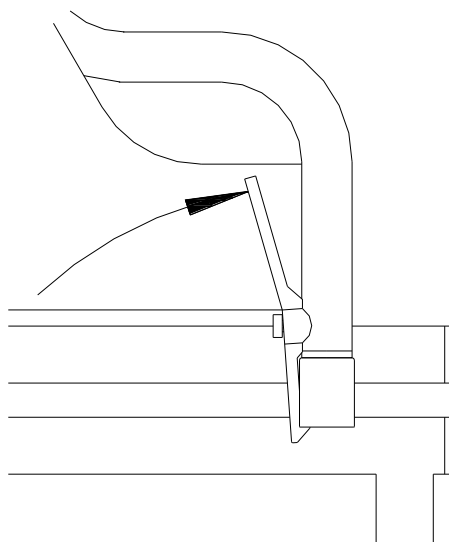

Figura 9
- Se escolher uma cadeira de transferência equipada com um apoio de braço rebatível para trás, segure a extremidade dianteira do apoio de braço ao rebatê-lo para trás e empurre ligeiramente a alavanca de bloqueio do apoio de braço com o seu dedo indicador, e o apoio de braço poderá ser rebatido para trás; ao reposicioná-lo, incline o apoio de braço para a frente, o fecho do apoio de braço é inserido no cilindro na estrutura, a alavanca é automaticamente reiniciada e bloqueada (ver figura 9).